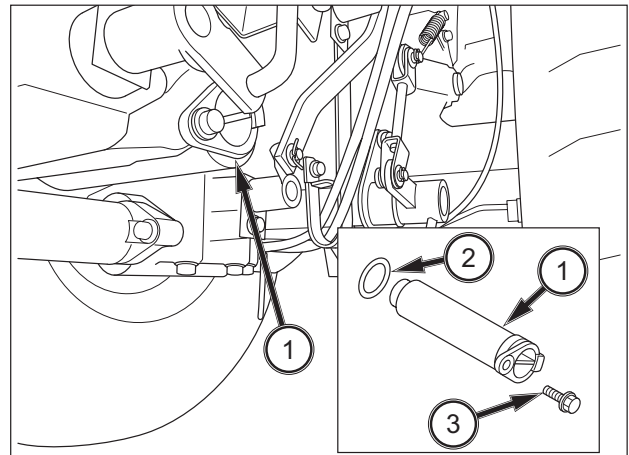

ABB. 129
**ABB. 129:** Den Getriebeölfilter (Ansaugung) beim Ablassen des Öls säubern. Die Schraube (3) lösen und den Filter (1) herausziehen. Beim Wiedereinbau Fett auf den O-Ring (2) auftragen, damit er nicht beschädigt wird.